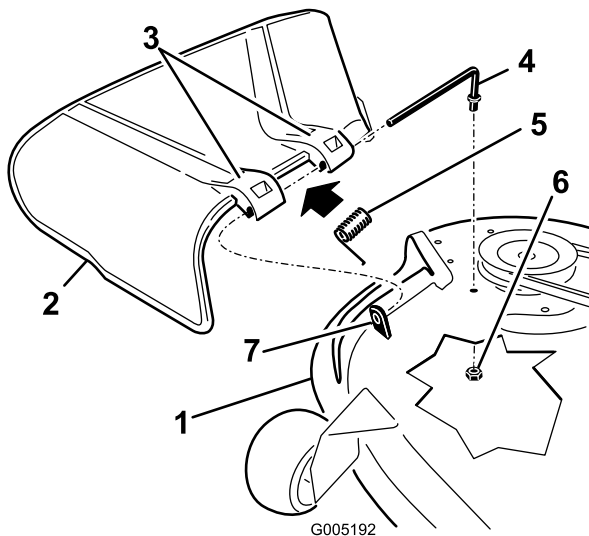

Figura 77
1. Remova a porca ($\frac{3}{8}$ pol.) da barra debaixo do cortador (Figura 77).
2. Faça deslizar a barra para fora da parte saliente curta, da mola e do defletor de relva (Figura 77).
4. Substitua o defletor de relva (Figura 77).
7. Faça deslizar a barra pelo segundo suporte do defletor de relva (Figura 77).
9. Fixe a extremidade traseira da barra ao cortador com uma porca ($\frac{3}{8}$ pol.), como se mostra na Figura 77.